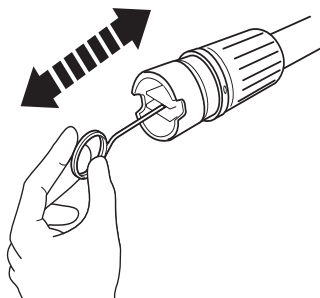

Fig. 20, lance cu presiune
- > Îndepărtați orice acumulări de murdărie din orificiul duzei (1a) cu ajutorul acului de curățare (13) (Fig. 20).